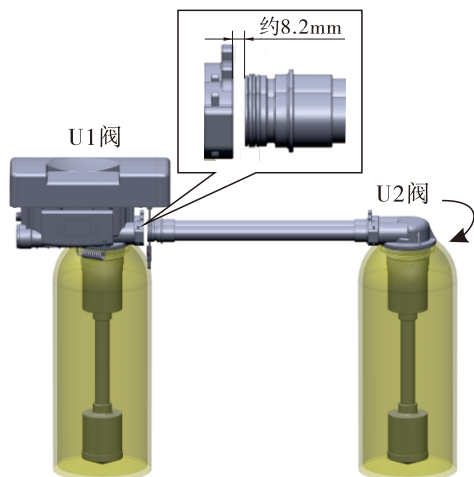

图2-2-3
3、如图2-2-3所示，旋紧U2阀门，使连接管对准U1阀头连接管孔，间隙预留约8.2mm；